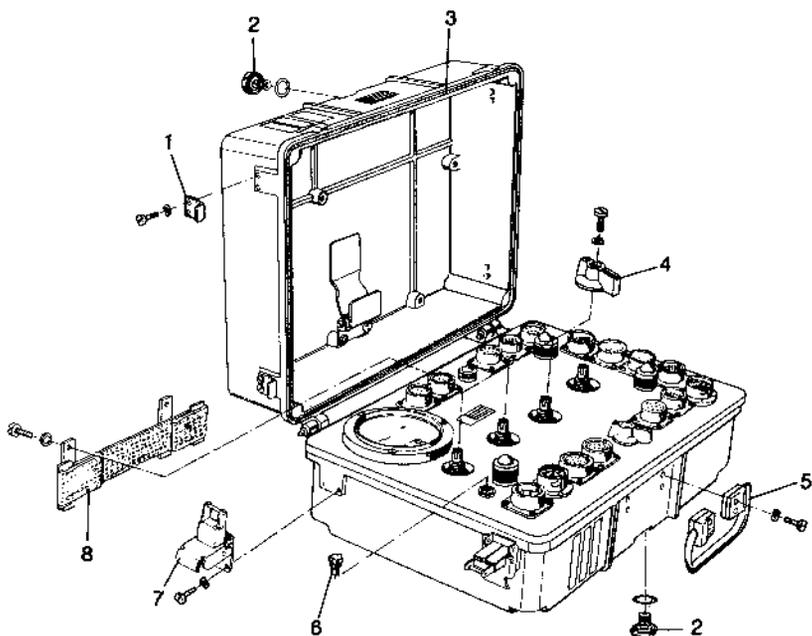

Bild 45 Wechseln der Teile am BV-Prüfgerät BVP 25/35
- Die schadhaften Teile gemäß Bild 45 austauschen.